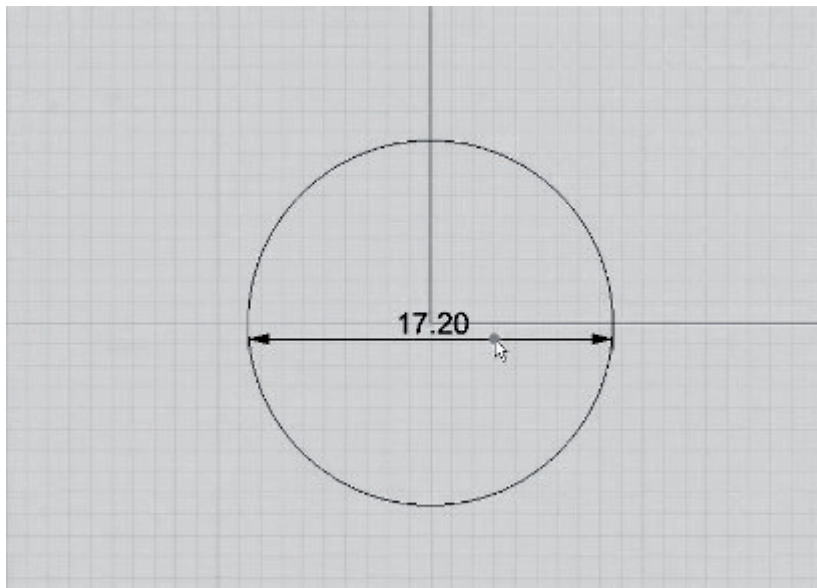

Рис. 66. Начальная окружность
1. Строим Circle (окружность) диаметром 17,20 см (рис. 66).